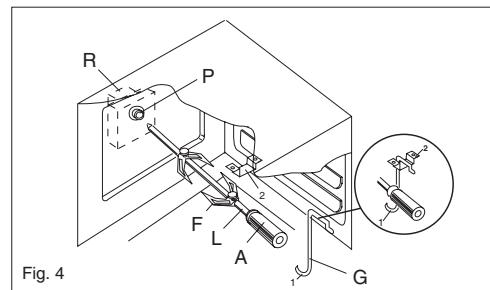

Fig. 4
- Infilare il pollo o la parte da arrostire nello spiedo **L** avendo cura d'immobilizzarlo tra le due forchette **F** e di equilibrarlo, in modo da evitare sforzi inutili al motoriduttore **R** (fig. 4).
- Mettere lo spiedo sul supporto **G**, dopo aver introdotto la sua estremità opposta nel foro **P** del motorino **R** (fig. 4).
- Per togliere lo spiedo, operare in modo contrario utilizzando la manopola **A** ed un guanto di protezione in lana isolante (fig. 4).